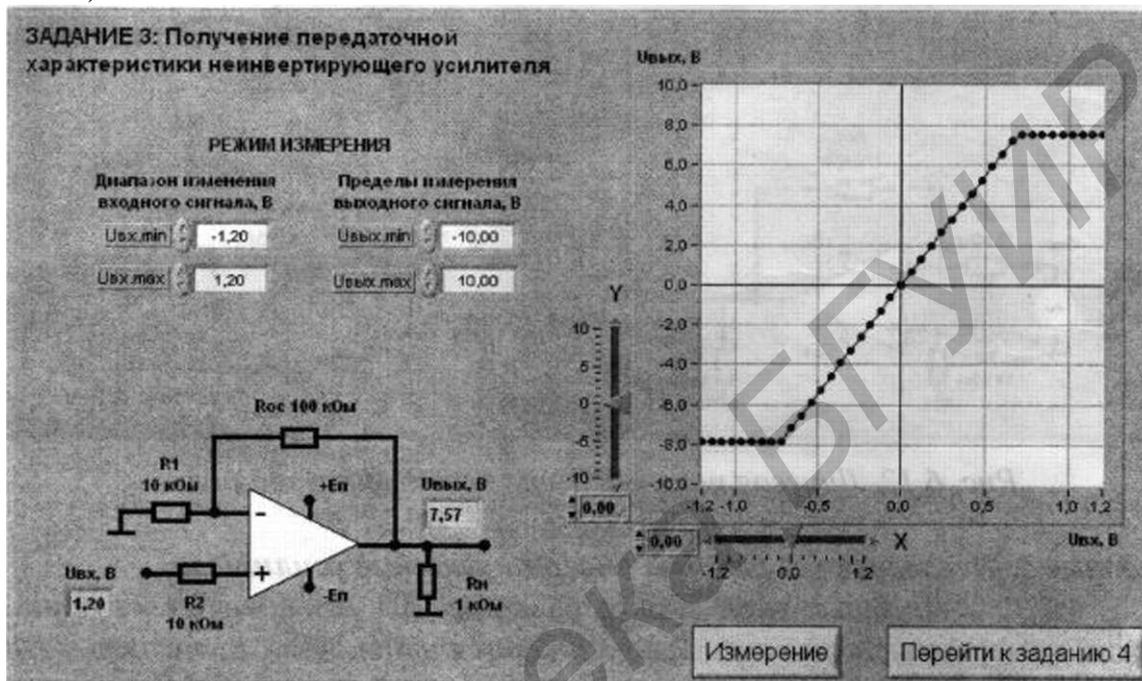

Рис. 15.5. Лицевая панель ВП лабораторной работы №15 при выполнении задания 3
4. Нажмите на передней панели ВП кнопку «Перейти к заданию 3», на экране появится лицевая панель ВП, необходимая для выполнения задания 3 (рис. 15.5).